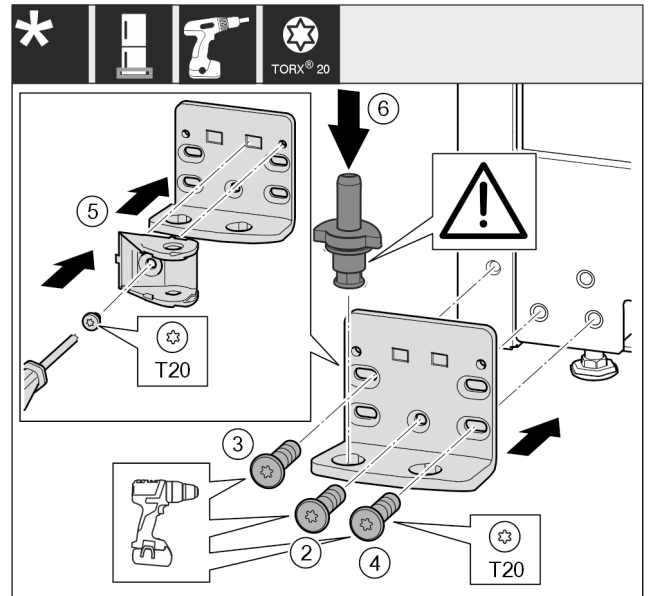

Fig. 21*
- Coloque el soporte del cojinete en el otro lado y atorníllelo con un destornillador. Comience con el tornillo Fig. 21 (2) en la parte inferior central.*
- Atornille el tornillo Fig. 21 (3) y el tornillo Fig. 21 (4).*